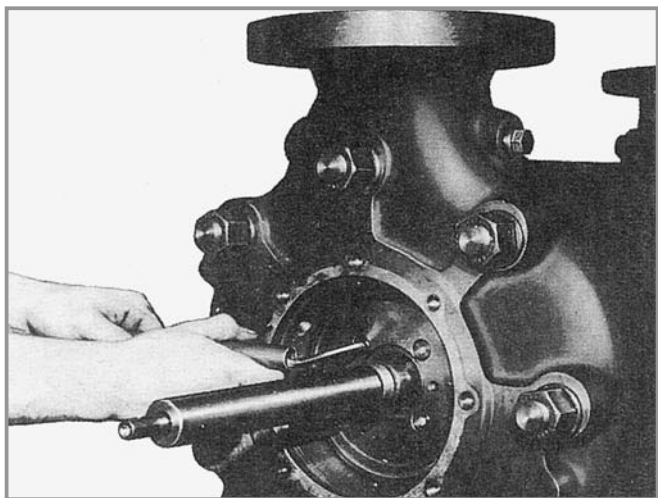

Fig. 41 - Afrouxamento dos parafusos de fixação do contradisco de equilíbrio
17. Extrair os parafusos (901.2) com auxílio de chave allen e extensor (vide Fig. 41).